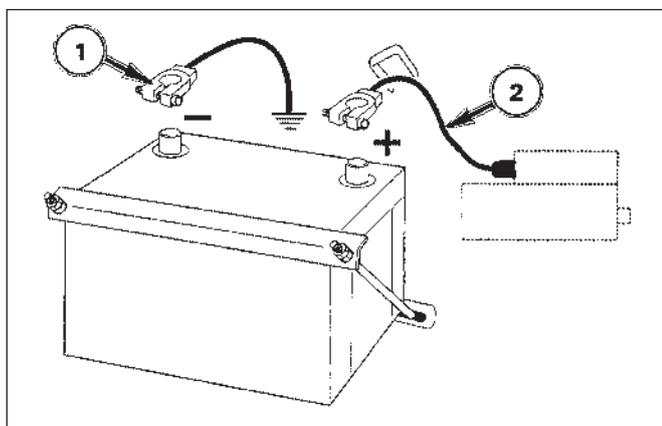

FIG. 6-32
**FIG. 6-32:** Les tracteurs sont expédiés avec la batterie installée. S'il faut remplacer la batterie, débranchez d'abord le câble négatif (-), 1, et puis le câble positif (+), 2. Desserrez et retirez la patte de fixation de la batterie et retirez avec précaution la batterie du tracteur.